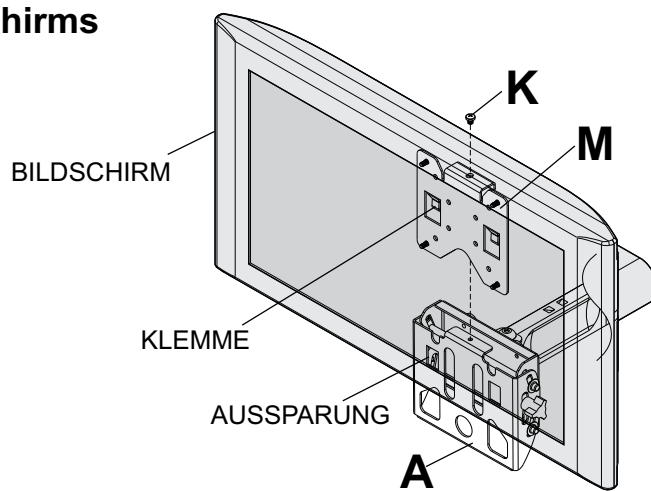
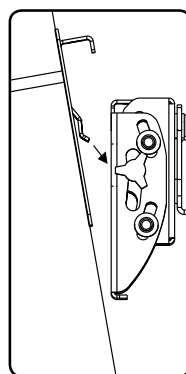
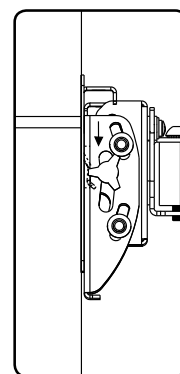

Abbildung. 3.3
Abbildung. 3.1
Abbildung. 3.2
- 3** Zur Befestigung des Bildschirms am Wandhalter (A) halten Sie den Bildschirm schräg und senken die Hakenhalterung (M) wie in Abbildung 3.1 dargestellt in die Aussparungen des Wandhalters ab. Nachdem die Klemmen eingerastet sind, drücken Sie sie nach unten, um sie in die Aussparungen einzupassen (siehe Abbildung 3.2). Setzen Sie die M5 Kreuzschlitzschraube (K) ein und ziehen Sie sie fest, um den Bildschirm wie in Abbildung 3.3 dargestellt am Wandhalter zu befestigen.